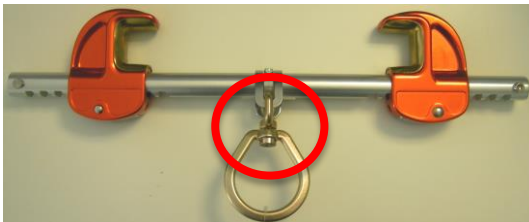

Abb. 1
1. Überprüfen Sie am Wirbel des Anschlagringes, ob die Schraubverbindung sich zu lösen beginnt (siehe Abb. 1 & 2). Die verpresste Mutter sollte sich etwa bündig mit dem Gewindebolzen befinden, wodurch der Anschlagring vertikal fixiert wird.